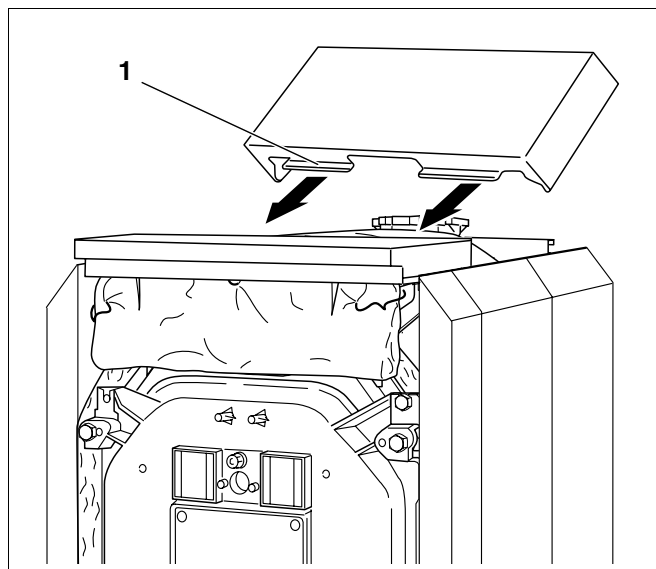

Fig. 52 Montage - capot intermédiaire
- Faire glisser le capot intermédiaire avec les bords repliés (fig. 52, **pos.1**) sous le capot avant de la chaudière et poser dans la rainure des parois latérales.